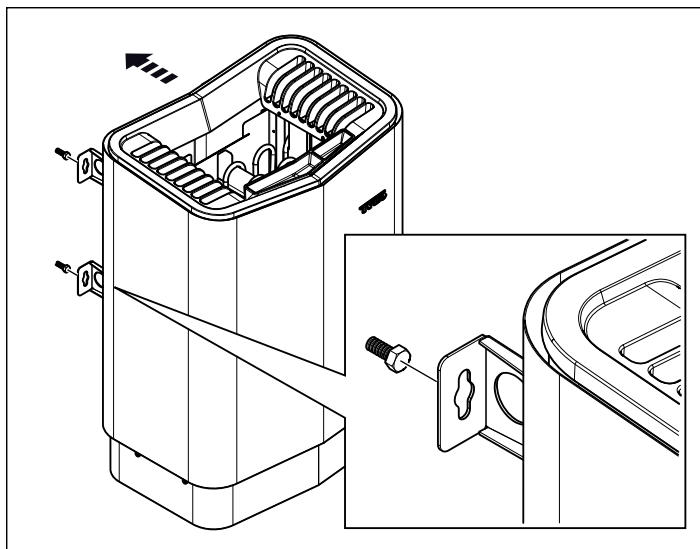

Fig. 12 : Fixer le poêle
11. Accrocher le poêle aux vis, voir la figure 12.